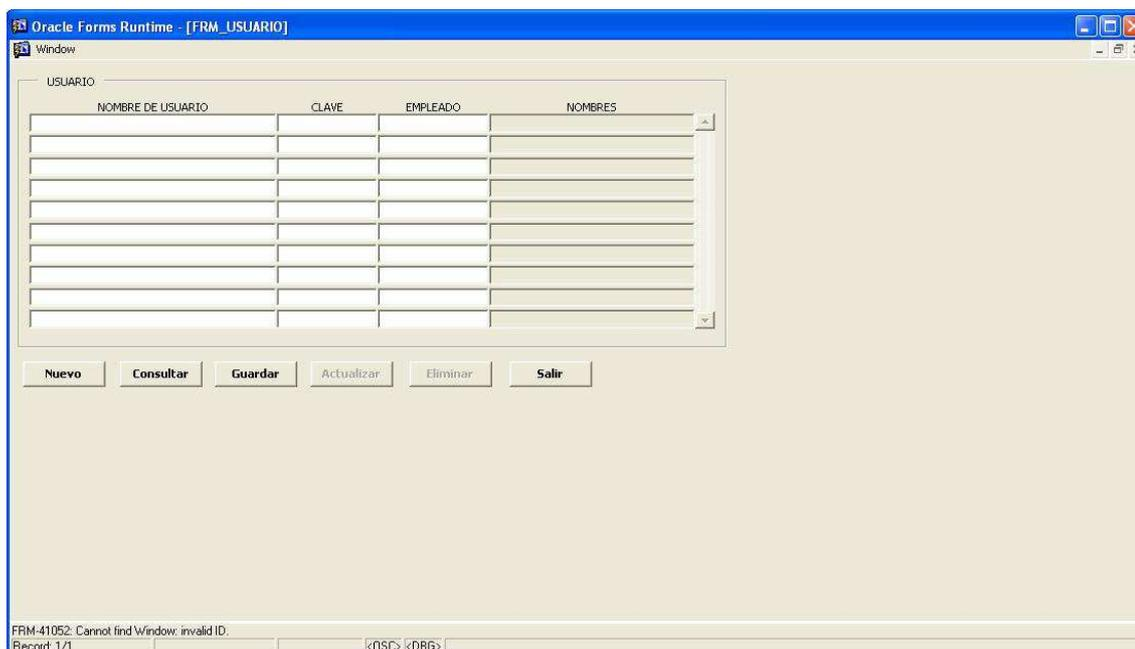

Figura 7-36. Pantalla Usuario
2. Dé clic en la opción <Usuario> y le aparecerá la siguiente pantalla: (Véase figura 7-36).